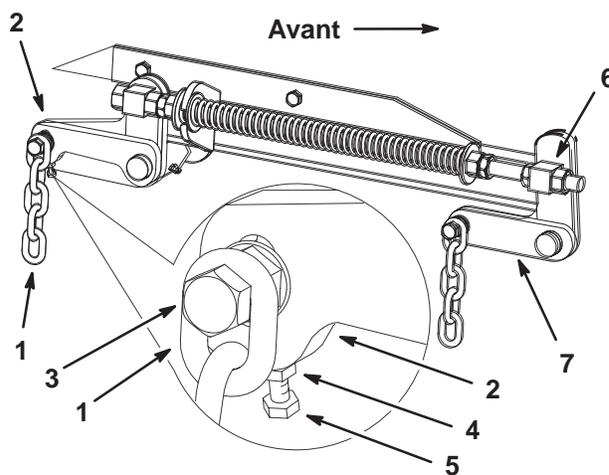

Figure 51
- Si la distance mesurée au point **B** ou **C** n'est pas correcte, desserrez le boulon de fixation de la chaîne arrière au bras de support arrière (Fig. 51).